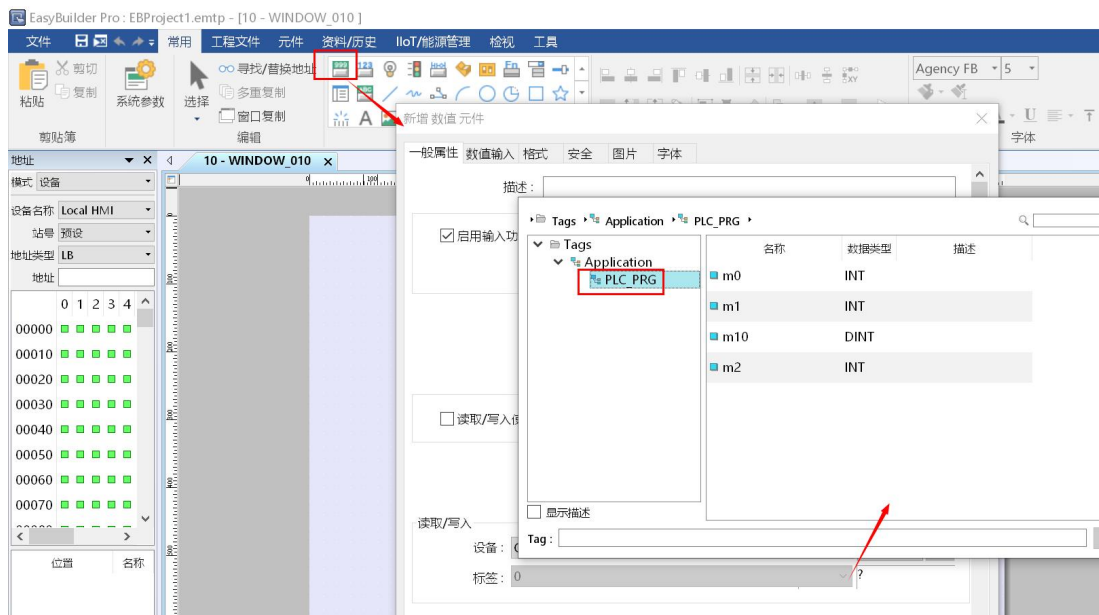

图 13.51 新增数字元件
10) 触摸屏界面增加一个数字元件，选择对应的标签，第一个选 m0，然后确定，如图 13.51 所示。